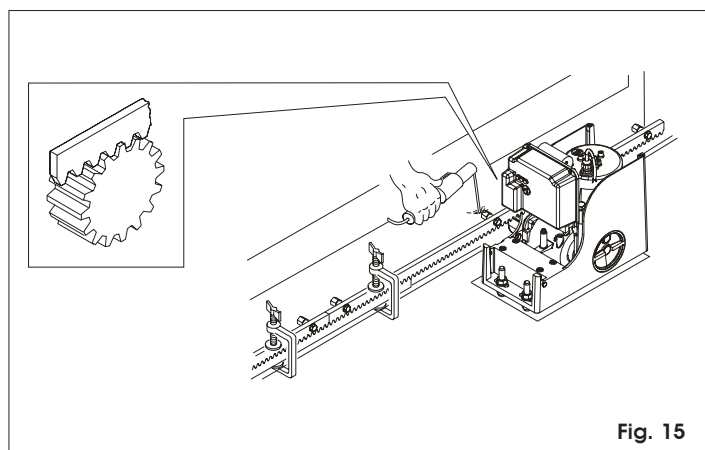

Fig. 15
- 5) Acerque otro elemento de cremallera al precedente utilizando, para sincronizar la dentadura de los dos elementos, una pieza de cremallera como se indica en la Fig. 15.